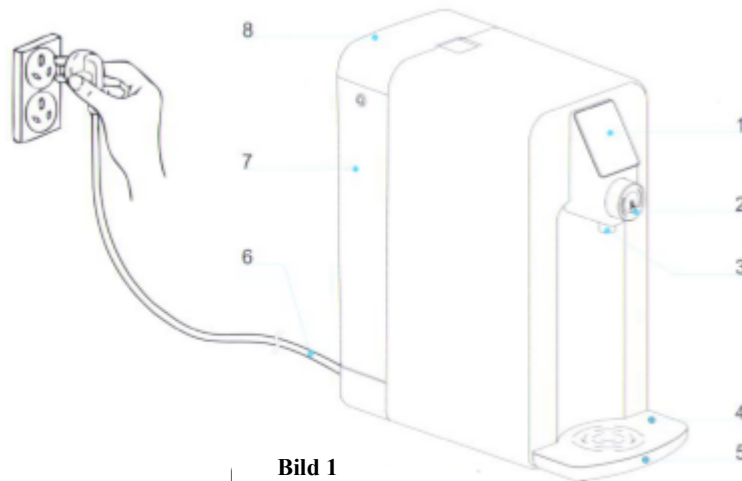
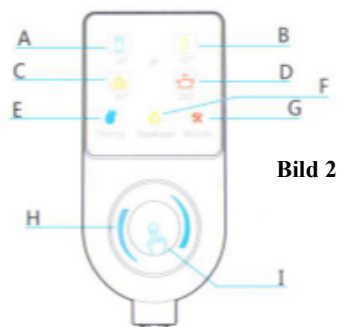
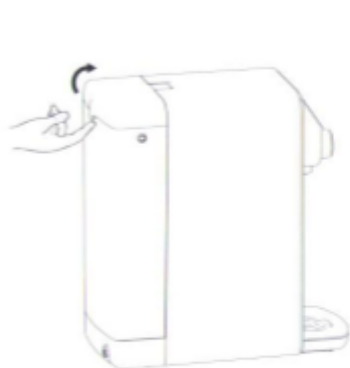
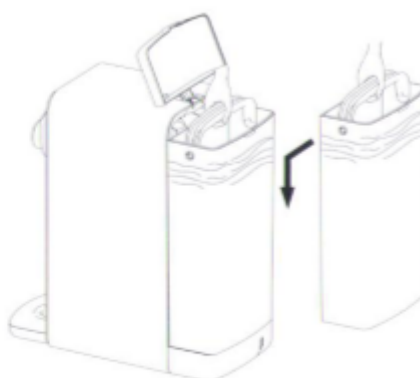

Bild 1
Bild 2
Bild 3
Bild 4
- Öffnen Sie den Tankdeckel (Bild 1) und entfernen Sie den originalen Wassertank.
- Füllen Sie den Tank mit Wasser und setzen ihn wieder ins Gerät ein (Bild 4).
- Schließen Sie den Tankdeckel (Bild 1).
Stecken Sie den Stecker in die Steckdose (Bild 1). Beim Start wird ein Tonsignal abgegeben, das Display und die Knopfbeleuchtung schalten sich ein, was anzeigt, dass das Gerät betriebsbereit ist.
Nach der Installation wechselt das Gerät in den Spülungsmodus im Laufe von 120 Sekunden. Im Spülungsmodus wird das Wasserreinigungssymbol im Display permanent leuchten (Bild 2).
Nach der Reinigung wechselt das Gerät in den Reinigungsmodus und arbeitet in diesem Modus, bis das Wasser gereinigt ist. Während der Reinigung leuchtet das Wasserreinigungssymbol im Display permanent (Bild 2).
Das Gerät wird im Normalbetrieb die Qualität des Rohwassers bestimmen (Bild 1). Ist die Wasserqualität niedriger als der festgelegte Standard, wird der Benutzer aufgefordert, das Rohwasser auszutauschen. Während dieser Zeit leuchtet das Wasseraustausch-Symbol im Display permanent (Bild 2), gleichzeitig wird anstatt von Temperaturwerten das Symbol „HS“ angezeigt. Weitere Schritte Handlungen s. Ziffer „3.2 Installation des Wassertanks“ (Bild 3, Bild 4).
Platzieren Sie den Wassertank auf der Wasserschale (Bild 1). Drehen Sie den Knopf, um eine gewünschte Wassertemperatur zu wählen, dann drücken Sie auf den mittleren Teil des Knopfs (Bild 2), um den Wassertank mit Wasser zu füllen. Wenn Sie den Knopf wieder drücken und ihn eine Weile gedrückt halten, hört die Wasserabgabe nach 60 Sekunden automatisch auf.
Wenn die Wartungsanzeige gelb blinkt (Bild 2), bedeutet dies, dass das Kombinationsfilter ausgetauscht werden muss.
Wenn die Wartungsanzeige rot blinkt (Bild 2), bedeutet dies, dass das Umkehrosmose-Filter ausgetauscht werden muss.
Wenn die Wartungsanzeige rot blinkt (Bild 2), bedeutet dies, dass das Nachfilter ausgetauscht werden muss.
Das Wasserfilter wechselt in den Störungszustand, wenn das Gerät die Wasserreinigung lange nicht beenden kann und die Reinigungsanzeige rot blinkt (Bild 2).
Das Gerät wechselt in den trockenen Zustand und alarmiert, wenn der Filterheizer trocken ist (Bild 2); dann blinkt der Indikator „make-tea“. Dies bedeutet, dass Sie kein warmes Wasser entnehmen können, die Entnahme des Wassers mit Raumtemperatur ist dabei jedoch möglich.